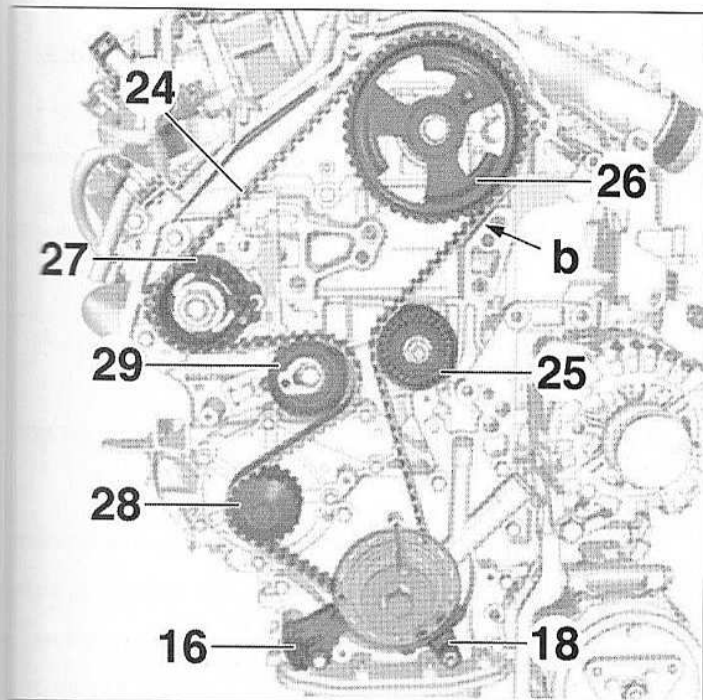

FIG.9
- Vérifier le serrage du galet enrouleur (25) (Fig.9).
- Mettre en place la courroie de distribution (24) sur le pignon de vilebrequin.
- galet enrouleur (25),
- roue dentée d'arbre à cames (26),
- roue dentée de pompe haute pression (27),
- roue dentée de pompe à eau (28),
- galet tendeur (29).
- le capteur de position de vilebrequin (16),
- le guide de courroie (18).